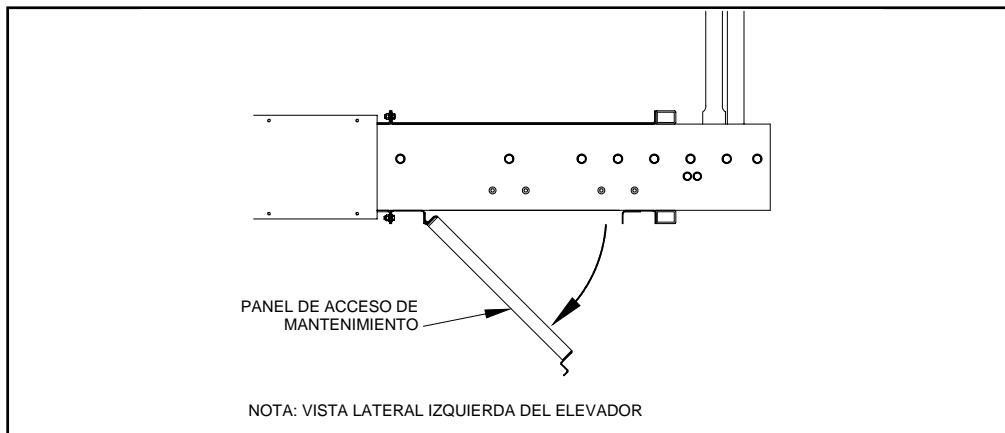

FIGURA 4-1: PANEL DE ACCESO DE MANTENIMIENTO—ABIERTO
3. Consulte la **Figura 4-1**. Mantenga arriba el panel de acceso de mantenimiento, retire los dos tornillos de sujeción y las tuercas de fijación del borde delantero y después bájelo.